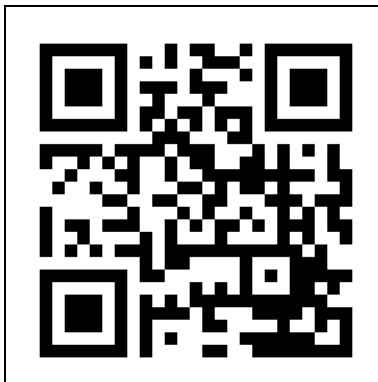

Figure 18
1. Ouvrez le manuel de l'application Eurom Smart avec le code QR (figure 18) ou allez sur www.eurom.nl/nl/manuals.
5. Retirez les piles de la télécommande (figure 18).